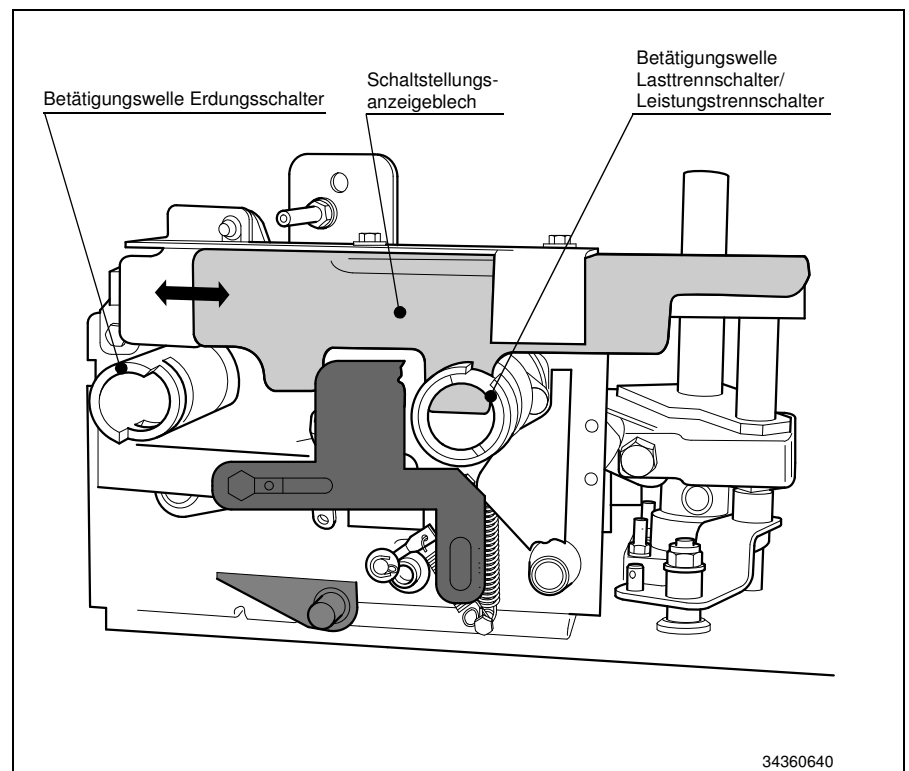

Bild 29
4.5.1 Schaltverriegelung (Bild 29)